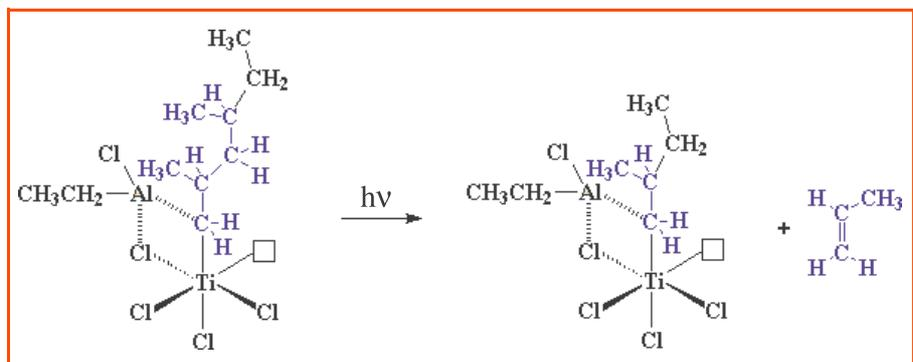

Figure 2 - Photodépolymérisation du polypropylène isotactique.
temps devient plus chaud... Qu'à cela ne tienne, le soleil « dépolymérise » le PP, rejetant du propylène dans la nature (figure 2). Par contre, le catalyseur de dépolymérisation est le catalyseur Ziegler-Natter, et un PP, fait par voie radicalaire, ne donnera pas cette dépolymérisation. Un produit de petit degré de polymérisation (DP) va ainsi très vite disparaître. Nous retrouverons le PP un peu plus loin pour la ficelle agricole.